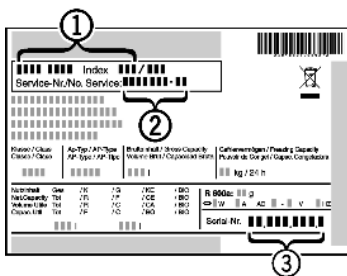

Fig. 18
- ▶ Наименование устройства, Fig. 18 (1), сервисный № Fig. 18 (2) и серийный № Fig. 18 (3) считайте с заводской таблички. Заводская табличка находится внутри устройства слева.
- ▶ Обратитесь в сервисную службу и сообщите вид неисправности, наименование устройства, Fig. 18 (1), сервисный № Fig. 18 (2) и серийный № Fig. 18 (3).